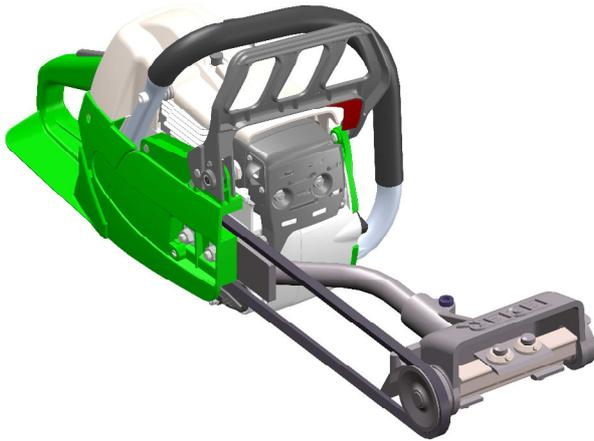

Abbildung 11
- Entfernen Sie mit einem Schraubendreher die kleine Feder (1), die Beilegscheibe (3) und den Sperrzahn (4) und ziehen Sie dann die Trommel (2) heraus.
- Ziehen Sie das neue Startseil (5) (Durchmesser 3,5x960mm) ein. Befestigen Sie es mit einem einfachen Knoten an der Trommel (2), ziehen Sie es durch das Gehäuse (9) und den Griff (6) und machen Sie dann einen Knoten gemäß der Abbildung 11.